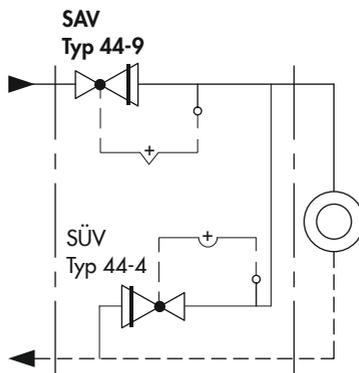

Bild 6: Druckabsicherung einer Hausstation mit einem SAV und einem SÜV, schematische Darstellung
- Vgl. schematische Einbaubeispiele Bild 5 und Bild 6.